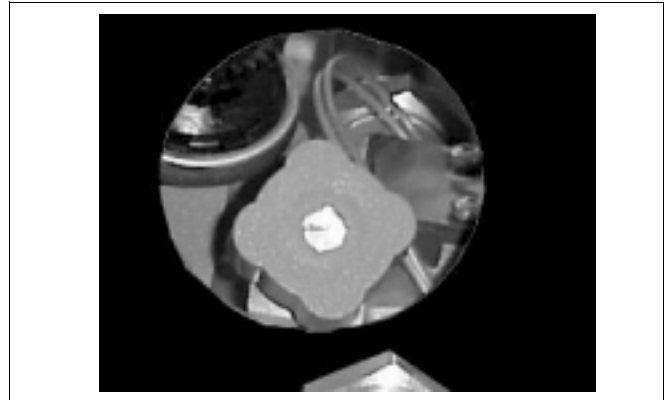

Fig. 43 Rubinetto di carico
- Aprire gradualmente lo speciale rubinetto di carico (fig. 43) e controllare il funzionamento di tutti i disaeratori automatici del sistema.